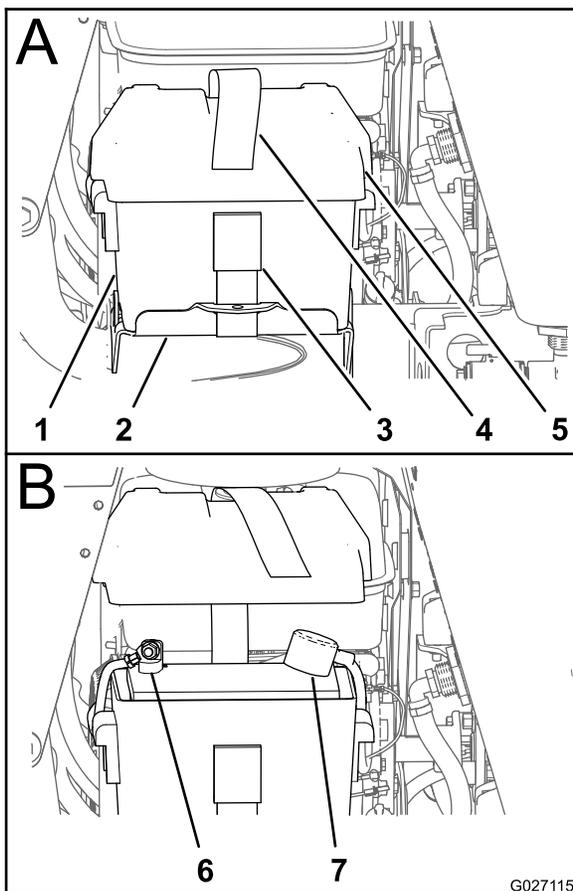

Figura 71
2. Retire el extremo libre de la correa de la batería de la hebilla, y retire la tapa de la batería de la caja de la batería (Figura 71).
- Si el cable positivo también está desconectado, conecte el **cable positivo (rojo)** al borne positivo de la batería y coloque la cubierta sobre el borne positivo (.Figura 71).
- Alinee la tapa de la batería con la caja de la batería y sujete la tapa y la caja a la bandeja de la batería con la correa de la batería (Figura 71).
2. Retire la tapa de la batería (Figura 71); consulte el paso 2 de Comprobación de la carga de la batería \(página 59\).
6. Alinee la tapa de la batería con la caja de la batería y sujete la tapa y la caja a la bandeja de la batería con la correa de la batería (Figura 71).